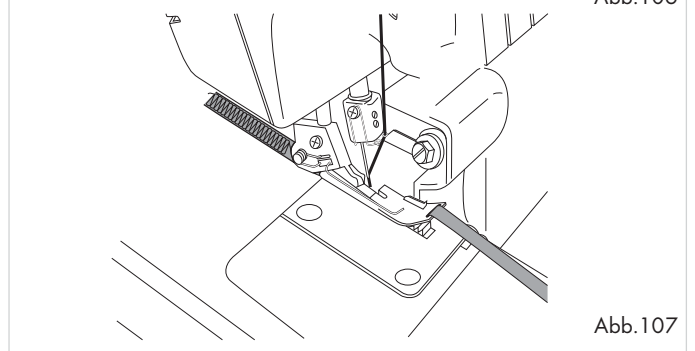

Abb.107
4. Legen Sie die Kordeleinlage unter den Nähfuß 21 und ketteln Sie die gewünschte Länge ab (Abb. 107).